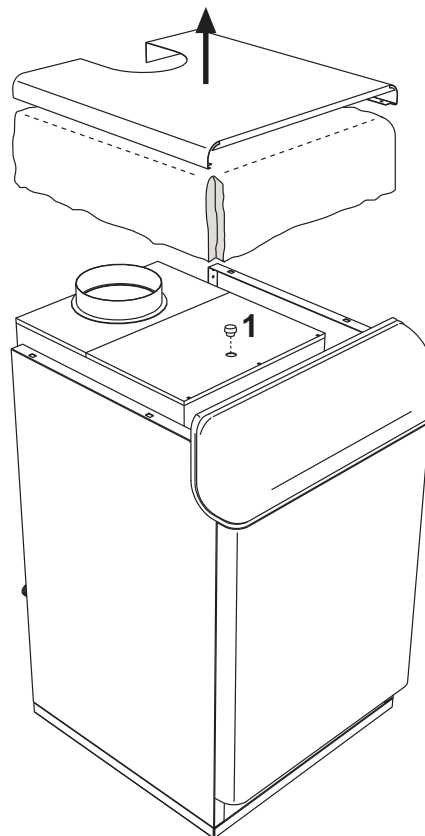

рис. 6 - Анализ сгорания
Внутри котла, в верхней части прерывателя тяги, предусмотрена одна точка отбора проб дымовых газов (смотреть рис.6)
3. Откройте штуцер отбора дымовых газов 1 в рис. 6;